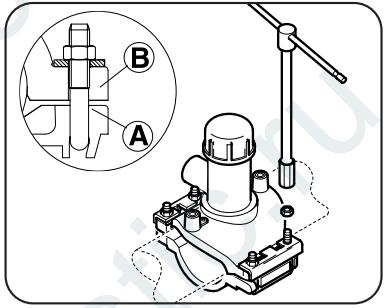
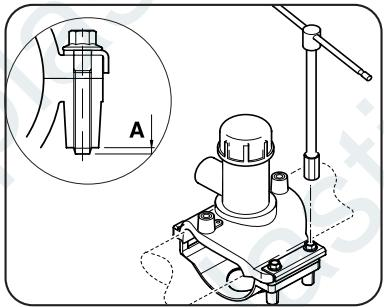
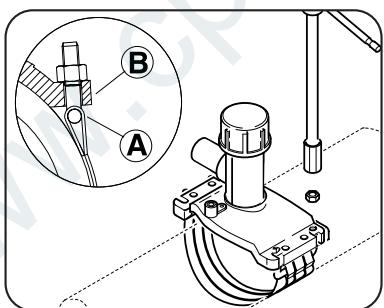

FIG.1
FIG.2
FIG.3
3 (I) - COLLARI CON FONDO STAFFA RIGIDO: Serrare i quattro dadi, utilizzando l'apposita chiave fino a portare a contatto le due semiselle A e B (vedi Fig. 1). **- COLLARI AD ATTACCO RAPIDO:** Bloccare le parti forate della semisella inferiore ai rilievi posti nella parte superiore del collare. Far scorrere la piattina in acciaio sulla parte di fissaggio del collare e serrare le due viti fino a vederle sporgere nella parte inferiore in posizione A (vedi Fig. 2). **- COLLARI CON CINGHIA:** serrare i quattro dadi utilizzando l'apposita chiave fino a portare a contatto il perno A e la semisella B (vedi Fig. 3). **(DE) - SCHELLEN MIT KUNSTSTOFFUNTERTEIL:** Befestigen Sie die vier Schrauben Ziehen Sie so lange an, bis die Schraubverbindung und die Oberseite der Schelle sich berühren (siehe Fig.1). **- BEI ANBOHRSCHELLEN MIT SCHNELLVERSCHLUSS VERBINDEN:** Sie das ausgestanzte untere Teil mit den Verzahnungen im oberen Teil. Schieben Sie das Metallband an den vorgesehenen Platz und benutzen Sie einen Schraubenschlüssel um die beiden Schrauben so lange zu drehen, bis Sie wie in Position A zu sehen sind (Fig. 2). **- SCHELLEN MIT EINEM GURT:** Befestigen Sie die vier Schrauben Ziehen Sie so lange an, bis die Schraubverbindung A und die Oberseite der Schelle B sich berühren (Fig. 3). **(ES) - DERIVACIONES CON LA PARTE INFERIOR DE PLÁSTICO RÍGIDO:** Apretar los cuatro tornillos, usando la llave adecuada hasta poner en contacto la parte inferior y superior de la derivación A y B (ver Fig. 1). **- COLLARES DE ENGANCHE RÁPIDO:** bloquear las partes perforadas de la concha inferior con los relieves de la parte superior del collar. Deslizar la banda de acero encima de la fijación del collar y apretar los dos tornillos hasta que asomen de la parte inferior en la posición (ver fig. 2). **- DERIVACIONES CON CORREA:** Apretar los cuatro tornillos, usando la llave adecuada hasta poner en contacto el tornillo A y la parte superior de la derivación B (ver figura 3). **(F) - SELLE DE DÉRIVATION AVEC COQUILLE RIGIDE:** Serrer les 4 boulons à l'aide de la clef prévue jusqu'à ce que les deux demi coquilles A et B soient en contact (voir fig. 1). **- SELLES DE DÉRIVATION AVEC ACCROCHAGE RAPID:** bloquer les parties troués de la coquille inférieur avec les riliefs dans la coquille haute. Faire glisser la bande en acier sur le fissage du collier et serrer les deux vis de serrage jusqu'à les voir saillir à côté inférieur en position A (voir fig. 2). **- COLLIER AVEC SANGLE:** Serrer les 4 boulons à l'aide de la clef prévue à cet effet jusqu'à ce que la tige filetée A et la demi selle B sont en contact (voir fig.3). **(GB) - TAPPING TEE WITH PLASTIC UNDERCLAMP:** Use a wrench to tighten the four screw nuts until top and bottom part A and B come into tight contact (see fig.1). **- TAPPING TEES WITH RAPID JOINT:** hook the square holes of the underclamp to the teeth on the upper part; line up the metal spacer and use a wrench to tighten the two screws until they are in position A in the lower part (feel the screws sticking out the bottom - see fig. 2). **- TAPPING TEE WITH BELT:** Use a wrench to tighten the four screw nuts until the threaded connector A and the top part of tapping tee B meet (see fig. 3). **(NL) - AFTAKKING MET**
EEN HARDE SCHAAL: Span de 4 bouten aan met de aangepaste sleutel, tot dat de twee halve schelpen A en B elkaar raken (zie fig.1). - AFTAKKING ZADELS MET VASTE SCHALEN: blokkeer het spanstuk van de onderste schaal met de bouten van de bovenste schaal. Schuif het aanspanstuk op zijn plaats en schroef de bouten aan totdat deze zichtbaar zijn aan de onderkant van de onderste schaal in positie A (zie fig.2) - EEN ZADELAFTAKKING MET SINGEL: Span de 4 bouten aan met de aangepaste sleutel, tot dat de twee halve schelpen A en B Tot aan de inkoping van de bout A en de halve schaal B (zie fig.3). (RU) СЕДЕЛКИ С ЖЕСТКОЙ ОТВЕТНОЙ ЧАСТЬЮ: Затянуть четыре болта при помощи специального ключа таким образом, чтобы две половины седелки A и B соприкасались (см. рис. 1). – СЕДЕЛКИ БЫСТРОЙ СБОРКИ: Закрепить перфорированные ответные части на выступах верхней части седелки. Надеть фиксирующую пластину из стали на фиксирующую часть седелки и затянуть два винта до тех пор, пока они не будут видны в нижней части в позиции A (см. рис.2) – СЕДЕЛКИ С РЕМЕННОЙ ОТВЕТНОЙ ЧАСТЬЮ: затянуть 4 болта при помощи специального ключа до соприкосновения стержня A и седла B (см. рис. 3).